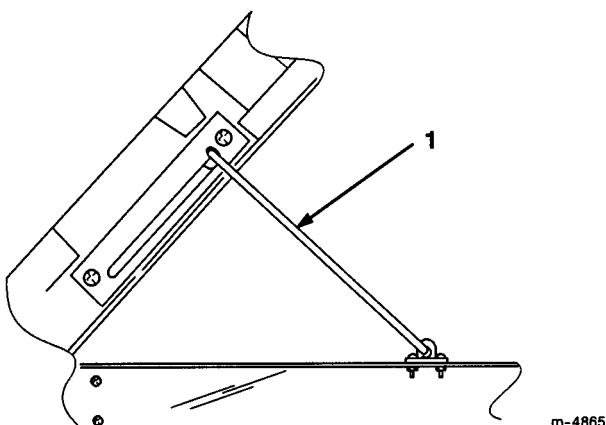

図10
3. プロップロッドを「ロック」位置まで引き上げる（図10）。